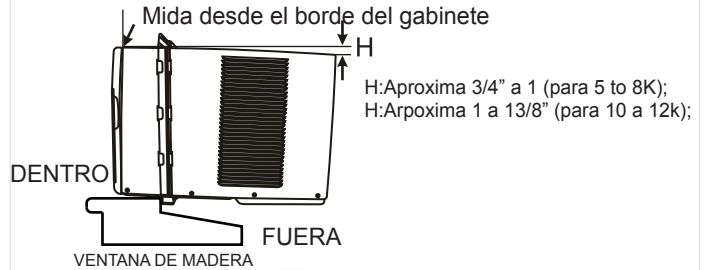

Fig.5
A. Agarre firme al aire acondicionado, ponga la unidad en la apertura de la ventana con mucho cuidado para que el fondo del marco del aire acondicionado está contra el umbral de la ventana (Fig. 5). Acerque la ventana detrás el carril superior de la unidad con mucho cuidado.
NOTA: Comprueba que el aire acondicionado está inclinada hacia atrás casi H (Fig.5) (inclinado unos 3° a 4° desde el fondo hacia la fuera) después de la instalación, correcta, el condensado no debe bajar desde el orificio de drenaje de desbordamiento durante su uso normal, corrige la pendiente de otro modo.